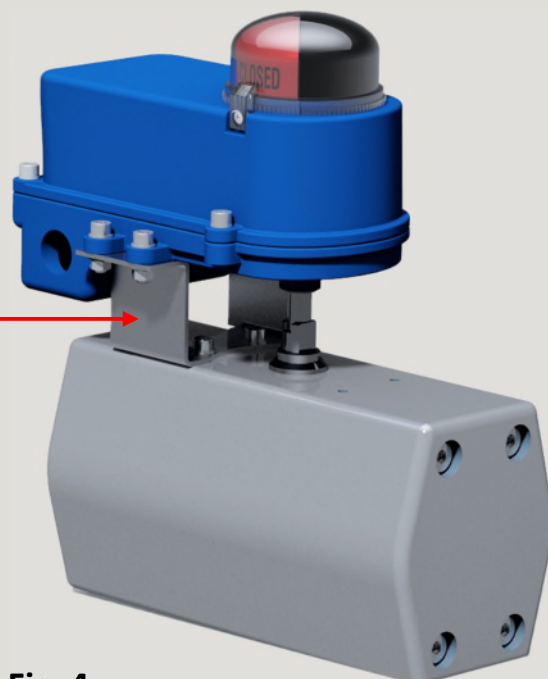

Fig. 4
- ✓ Per accoppiamento con l'attuatore secondo standard NAMUR e VDI/VDE3845, sono disponibili staffe di supporto HT in acciaio inox come da Tabella 1.e Fig.4 (Usare custodia HF con Alberino NAMUR Standard: L=31,5mm - DIGIT 7=0)